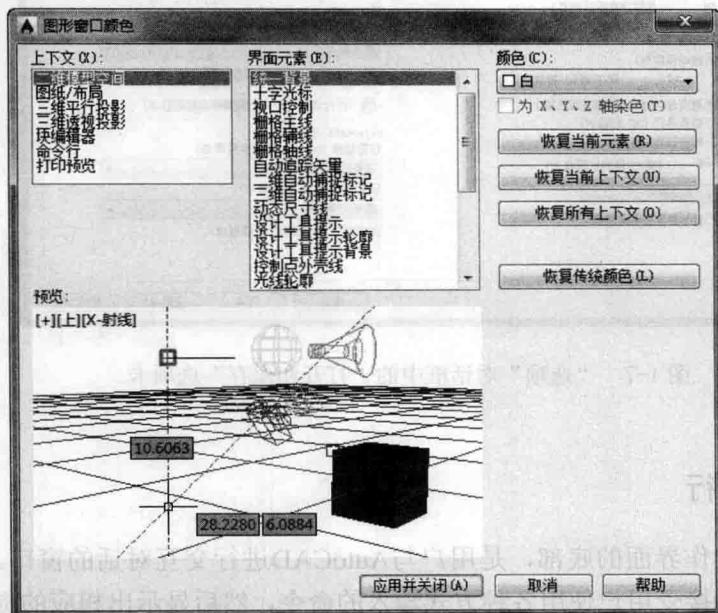

图 1-6 “图形窗口颜色”对话框
- (3) 单击“窗口元素”中的“颜色”按钮颜色(C)...，打开如图1-6所示的“图形窗口颜色”对话框。
- (4) 从“颜色”下拉列表框中选择某种颜色，例如白色，单击“应用并关闭”按钮应用并关闭(A)，即可将绘图窗口改为白色。
在图1-6所示的“显示”选项卡中拖动“十字光标大小”区的滑块，或在文本框中直接输入数值，即可对十字光标的大小进行调整。